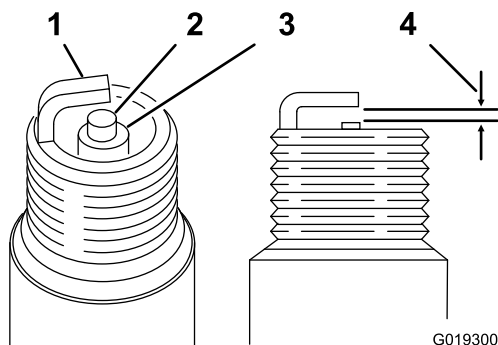

Figura 27
4. Inspeccione la bujía en busca de señales de desgaste y daños (Figura 27).
5. Compruebe la distancia entre los electrodos de la bujía con una galga (Figura 27).